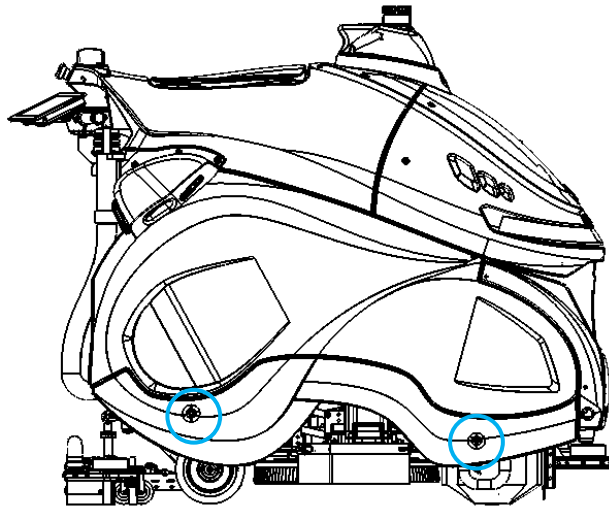

Fig. 1
1. Verwijder het linker zijpaneel van de rex door de twee in (Fig. 1) afgebeelde knoppen tegen de wijzers van de klok in te draaien.